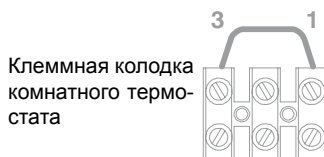

рис. 5.8
- Гибким электрическим кабелем соедините двухполюсный автоматический выключатель с клеммной колодкой котла рис. 5.8 соблюдая полярность (фаза — коричневый, нейтраль — синий провод).